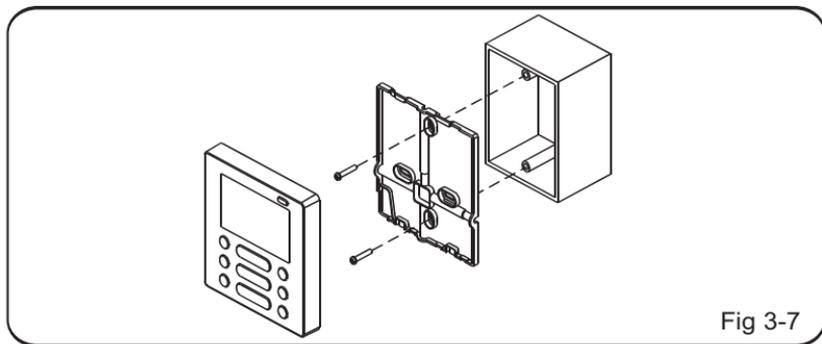

Fig 3-7
- Fixe a tampa inferior do quadro elétrico com os parafusos dos acessórios. Certifique-se de que a tampa inferior está paralela à superfície da parede, depois recoloca a tampa inferior no controlo central. (Ver Fig. 3-7)